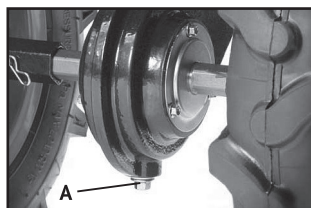

Рис. 7
- Выверните болт **A** сливного отверстия редуктора (Рис. 7).